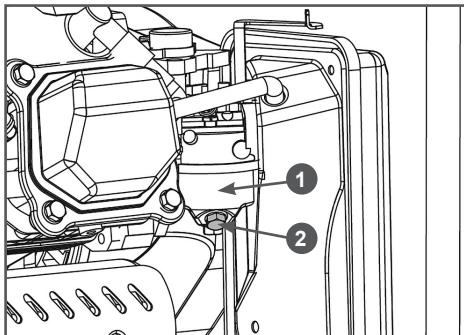

Рис. 19 Слив топлива из карбюратора
3. Открутите болт 2 на карбюраторе 1 (Рис. 19) и слейте топливо из поплавковой камеры в подготовленную для этого емкость.
- открутите стакан 2 отстойника (Рис. 19);
- Слейте топливо из карбюратора (Рис. 19).